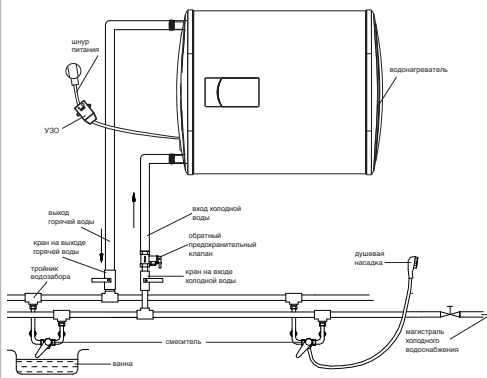

Рис. 9
1. Установка водонагревателей серий Smalto, Smalto DL существенно облегчается возможностью установить их как вертикально, так и горизонтально в любом месте вашего дома, в отапливаемом (!) помещении. Желательно установить водонагреватель как можно ближе к месту использования горячей воды, поскольку чем меньше длина труб, тем меньше потери тепла. Как показано на рис. 9, при горизонтальной установке водонагревателя трубы подвода должны быть расположены слева. При установке водонагревателя рядом со стеной, оставьте рекомендованное свободное пространство для технического обслуживания. Не устанавливайте водонагреватель на горизонтальной поверхности и вплотную к полу.